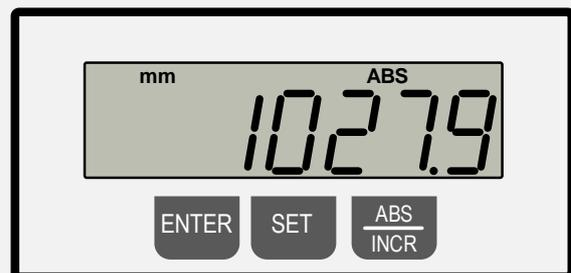

Figure 4 : affichage différent de la mesure de référence
- Relâcher les boutons et déplacer la butée à la main jusqu'à ce que le volet de la butée atteigne exactement la mesure graduée **1000,0 mm sur le ruban de mesure**. Dans cet exemple, l'affichage numérique est différent et indique 1027,9 mm (voir ⇒ Figure 4).